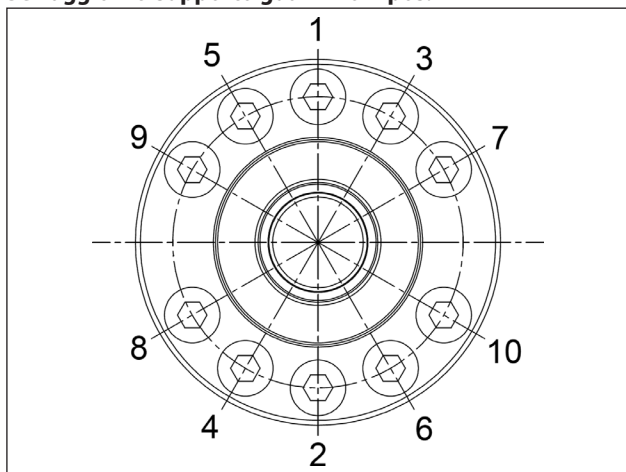

Fig. 130
** Le viti fissaggio supporti devono essere serrate rispettando le fasi e l'ordine riportato nello schema di Fig. 130.